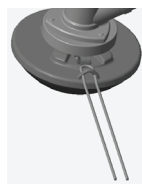

Fig. 17
4. Empuje el centro de la "U" a través del lazo de alambre (Fig. 17)